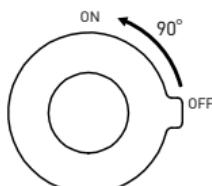

Fig. 3
- Butonul de siguranta temperatura[10] rotit in pozitia catre dreapta[11] previne oparierea utilizatorilor si modificarea accidentalala a temperaturii de catre copii. (Fig.3). Daca aveți nevoie de temperatura apei peste 38°C, mutați butonul de siguranță spre exterior (stângă) și în timp ce-l țineți, rotiți sus (în funcție de săgeata plus). Eliberați butonul pentru a reveni automat la setarea maximă de 38°C, atunci când acesta este rotit în direcția opusă.
- Butonul de reglare debit/iesire [15] – rotiti descendant butonul pentru a creste fluxul de apa de la robinet (fig.3), conform indicatorilor de pe buton. Rotiti butonul in sus/ascendant pentru a opri fluxul de apa.